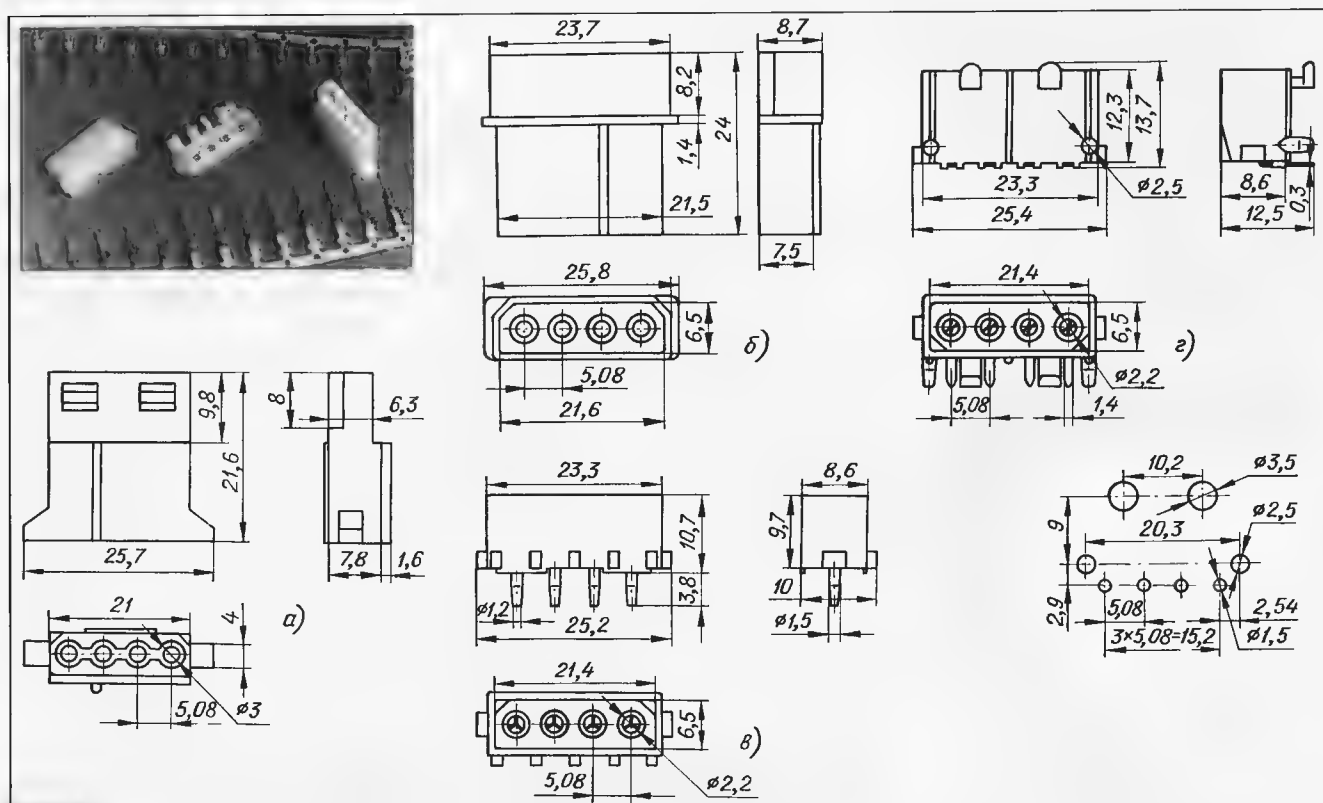

Рис. 4
Разъемы питания, показанные на рис. 4, используют в компьютерах IBM AT. Разновидности — гнездовая и штыревая колодки для монтажа на кабель (рис. 4, а и б), штыревые колодки с прямыми и загнутыми на 90 град. выводами для монтажа на плату (рис. 4, в и г); число контактов — 4.
тью собранными. Кабельные же, как обычно, собирают в процессе монтажа, для этого корпуса комплектуют технологическими лентами с гнездовыми и штыревыми трубчатыми контактами. На рис. 4,г выделена разметка посадочного места на плате для монтажа штыревого разъема с загнутыми контактами.
** Для разъемов по рис. 4 – от минус 25 до плюс 90.